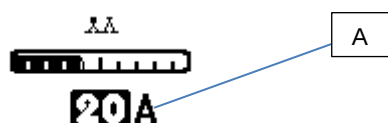

fig.8
**OPÇÃO DE SOLDADURA E-ARC (OPCIONAL) APENAS TIG DC.** Arco de soldadura inteligente que permite controlar a corrente e o cordão de solda em corrente contínua, simplesmente movendo a tocha. Antes de iniciar o procedimento de soldadura, configurar a corrente de soldadura (fig. 3 ref. N) e selecionar, por fim, através do encoder **S1** o submenu de opção (fig. 3 ref. D) e regular a variação de corrente que pode ser gerada, levantando ou abaixando a tocha durante a soldadura. Parâmetro regulável de 1 a 50 A (fig. 8 ref. A).